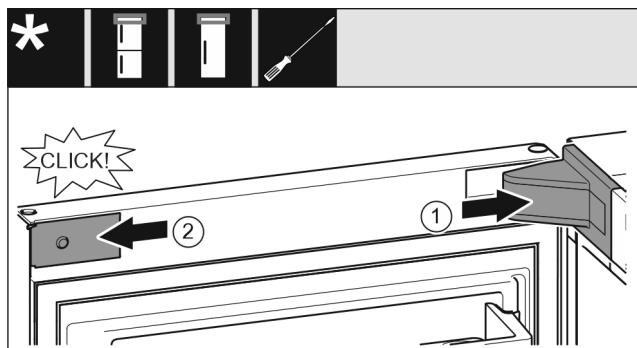

Fig. 24
- Monter lagerblokkdekselet Fig. 24 (1) og smekk det på plass, og skyv det forsiktig fra hverandre om nødvendig.
- Plasser dekselet Fig. 24 (2) på siden og smekk det på plass.